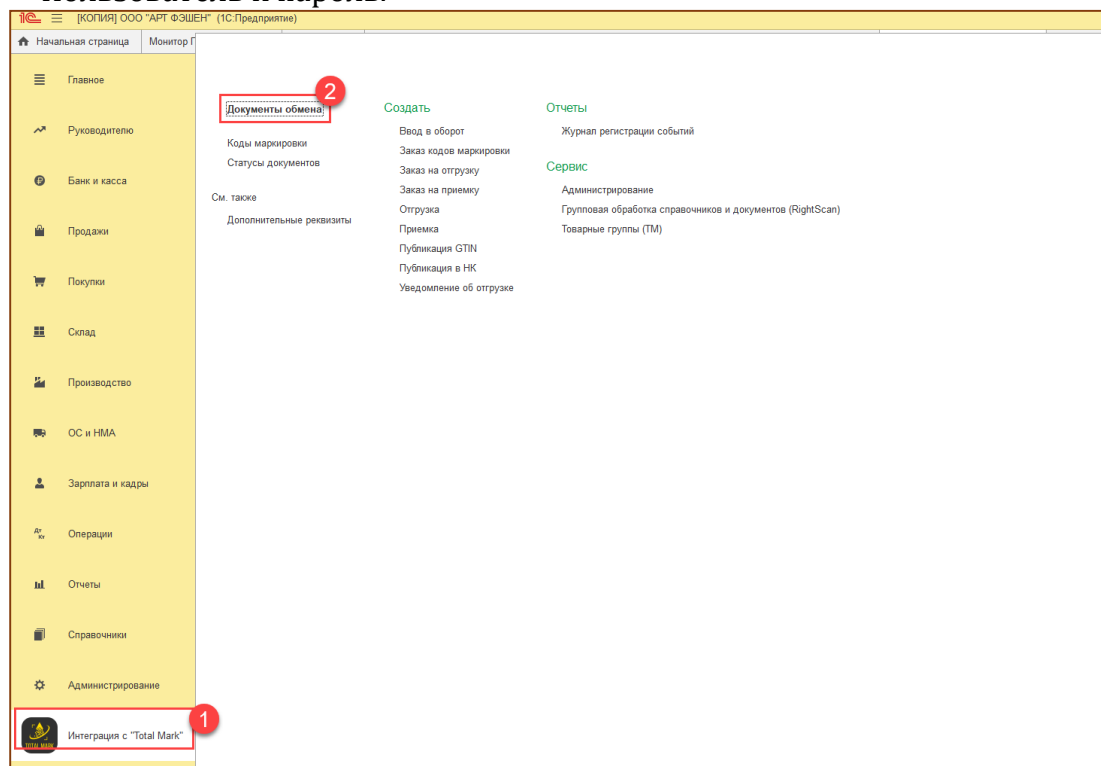

Рис. 3-1 - Настройка подключения к 1С: Total Mark
- Для этого в 1С: БП перейдите в раздел «Интеграция с Total Mark» / «Сервис»/ «Администрирование» (Рис. 3-1);